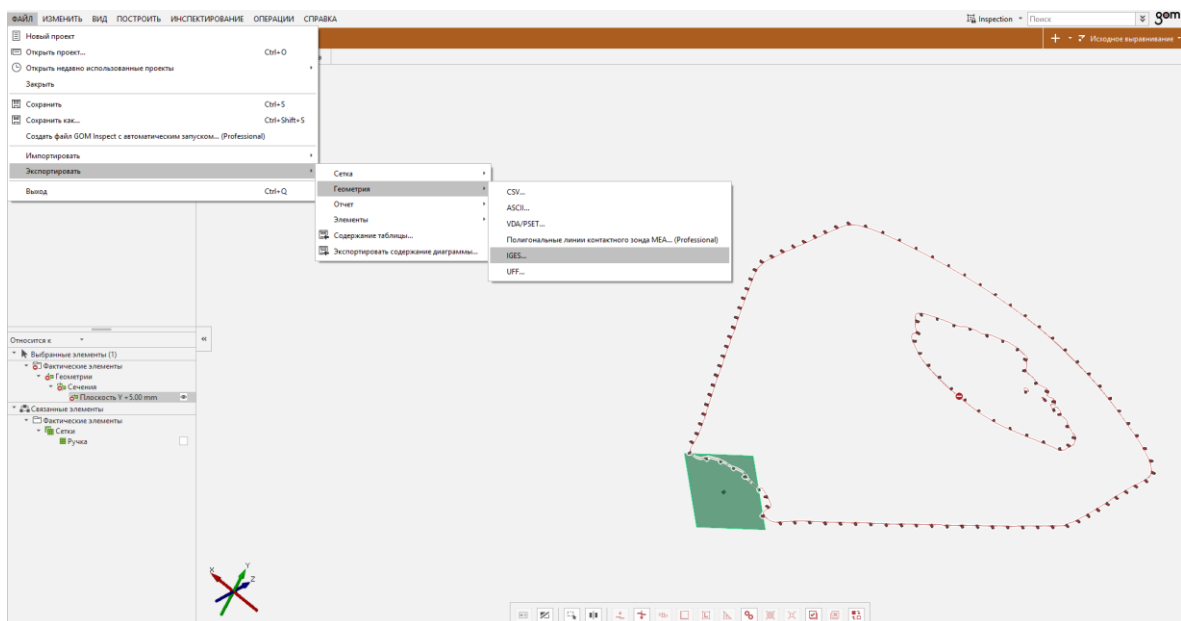

Рис. 18. Экспорт дополнительной геометрии
2. Экспортировать элементы, как геометрию *.IGES (Рис. 18).